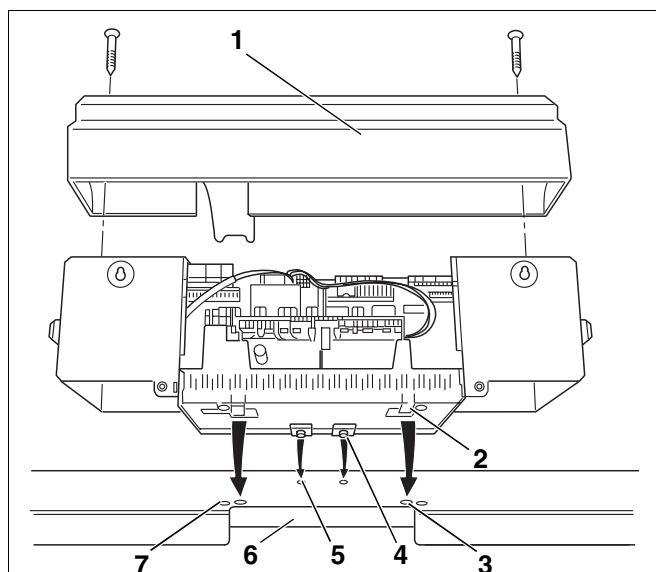
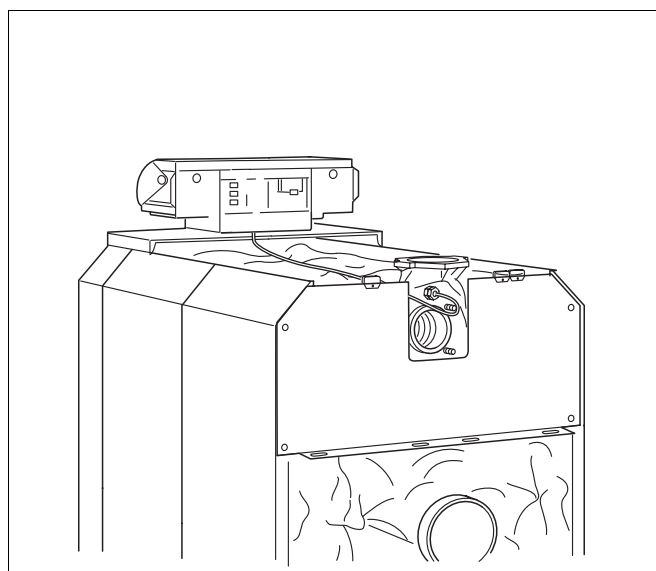

Fig. 58 Montering af instrumentpanel
Fig. 63 Kedel med monteret instrumentpanel
På Fig. 58 er instrumentpanelet og den forreste skærm „A“ vist bagfra.
- Løsn de to skruer i dækkappen (Fig. 58, **pos. 1**). Løft bagstykket op og af.
- Sæt instrumentpanelet på. Sæt krogene foran på instrumentpanelet (Fig. 58, **pos. 4**) ind i de ovale huller på den forreste topplade (Fig. 58, **pos. 5**). Træk instrumentpanelet fremad, og vip det derefter bagud. De elastiske krogene (Fig. 58, **pos. 2**) skal gå i indgreb bagest i de firkantede åbninger på den forreste topplade (Fig. 58, **pos. 3**).
- Skru instrumentpanelets sokkel på den forreste topplade (Fig. 58, **pos. 6**) med to pladeskruer til venstre og højre for kabelgennemføringen (Fig. 58, **pos. 7**).
- Skru dækkappen (Fig. 58, **pos. 1**) fast på instrumentpanelets sokkel igen med to pladeskruer (Fig. 63).